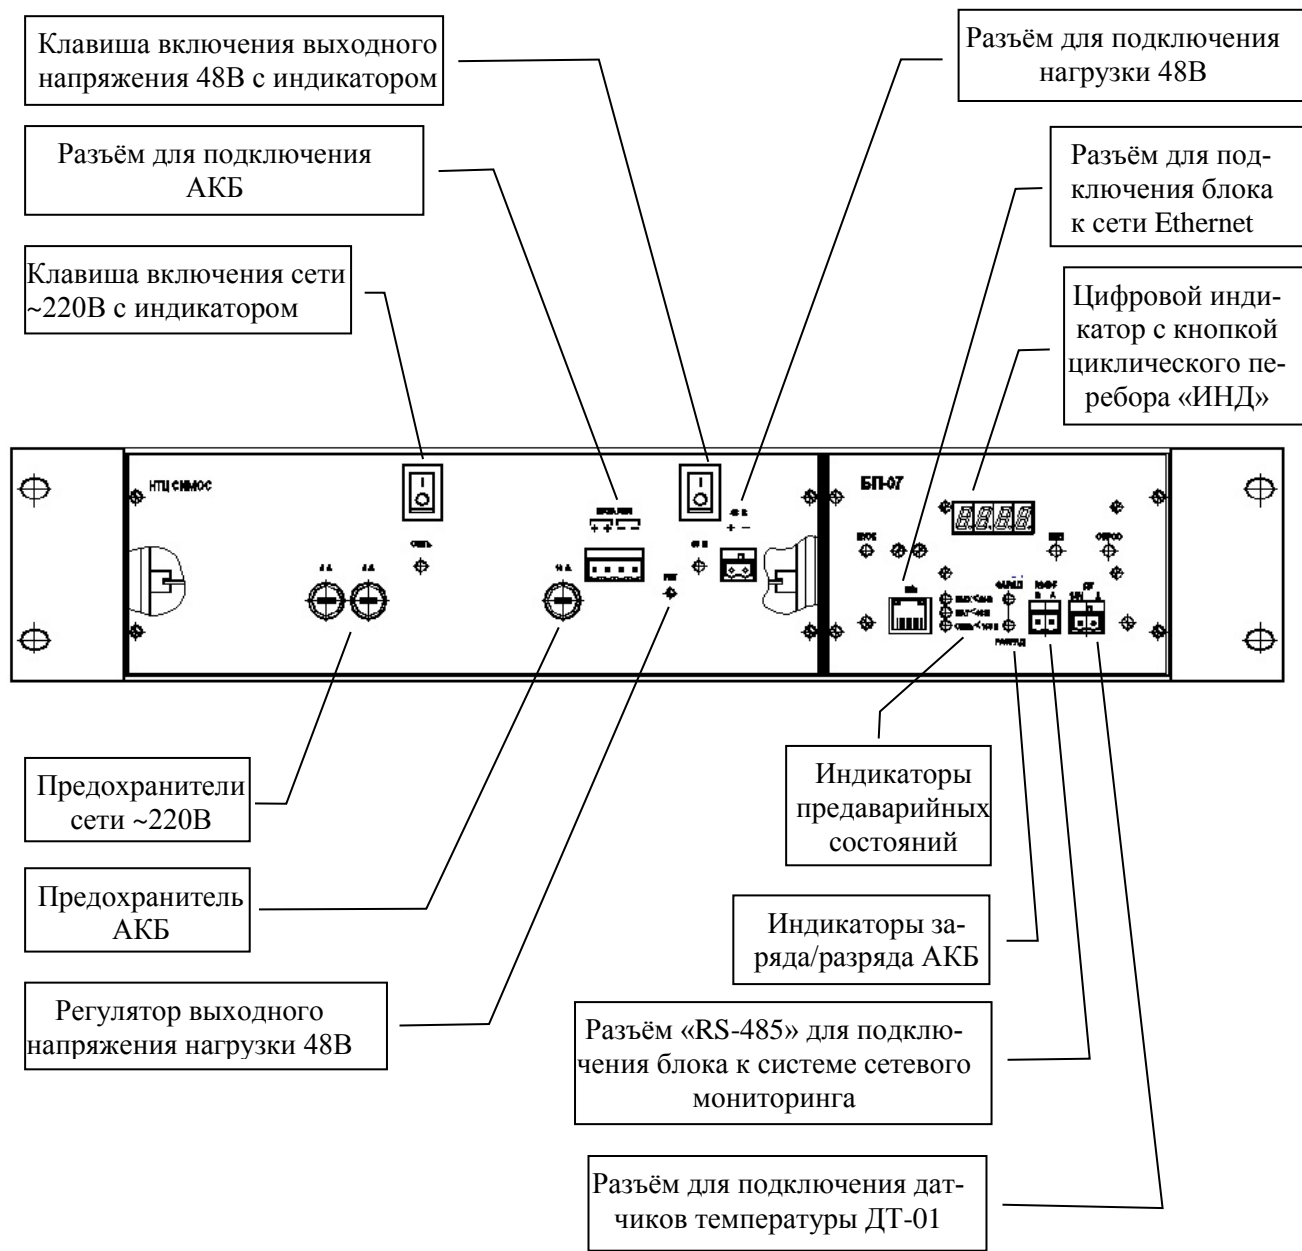

Рисунок 1 - Лицевая панель блока
4.1.3 Подключите аккумуляторную батарею к разъёму «БАТАРЕЯ», расположенному на передней панели блока, с помощью шнура из КМЧ комплекта КА-01/-02/-03 (белый «+», черный «-») см. рис. 1. Соедините аккумуляторы в батарею с помощью трёх шин из КМЧ комплекта КА-01/-02/-03 или соедините АКБ в соответствии с маркировкой на передней панели. Контакты «←» должны быть соединены перемычкой для корректной работы защиты и зарядки АКБ.